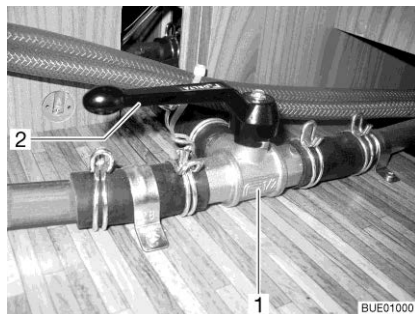

Fig. 226 Válvula de 3 vías
- Poner la palanca (Fig. 226,2) de la válvula de 3 vías (Fig. 226,1) en posición paralela al sentido de flujo recto (Fig. 226).
- Poner la palanca (Fig. 226,2) de la válvula de 3 vías (Fig. 226,1) en posición transversal al sentido de flujo recto.